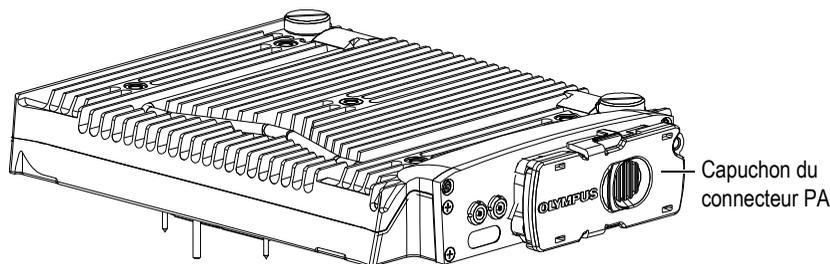

Figure 3-1 Module et capuchon du connecteur PA
2. Placez un capuchon sur le connecteur PA (voir la Figure 3-1 à la page 59).